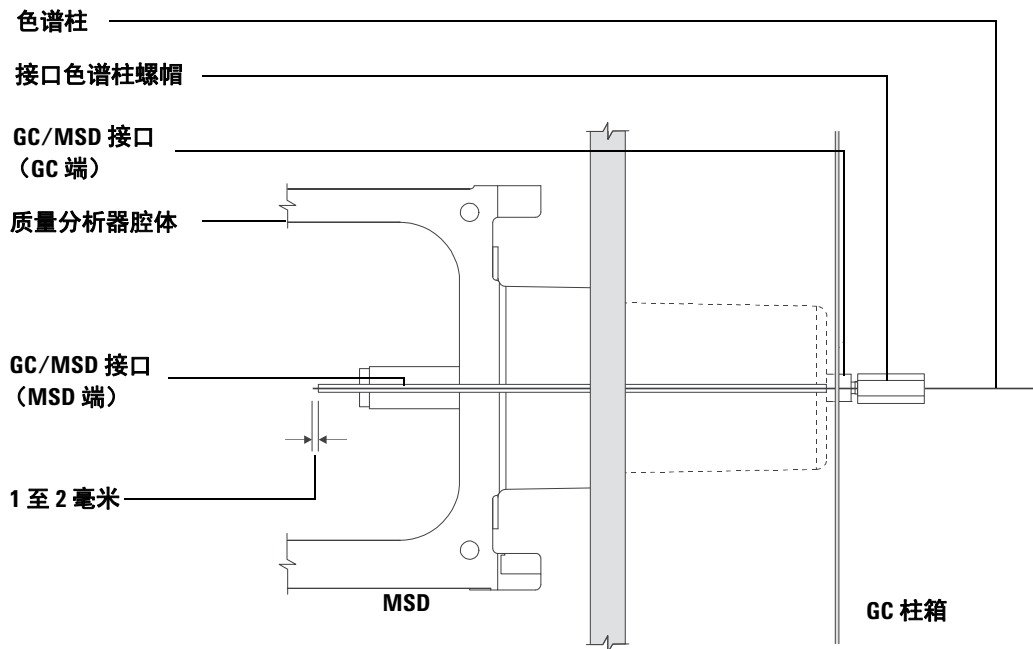

图 9 将毛细管色谱柱安装在 GC/MSD 接口中
- 5 将色谱柱插入 GC/MSD 接口（图 9），直到您可从质量分析器腔体将其拉出。